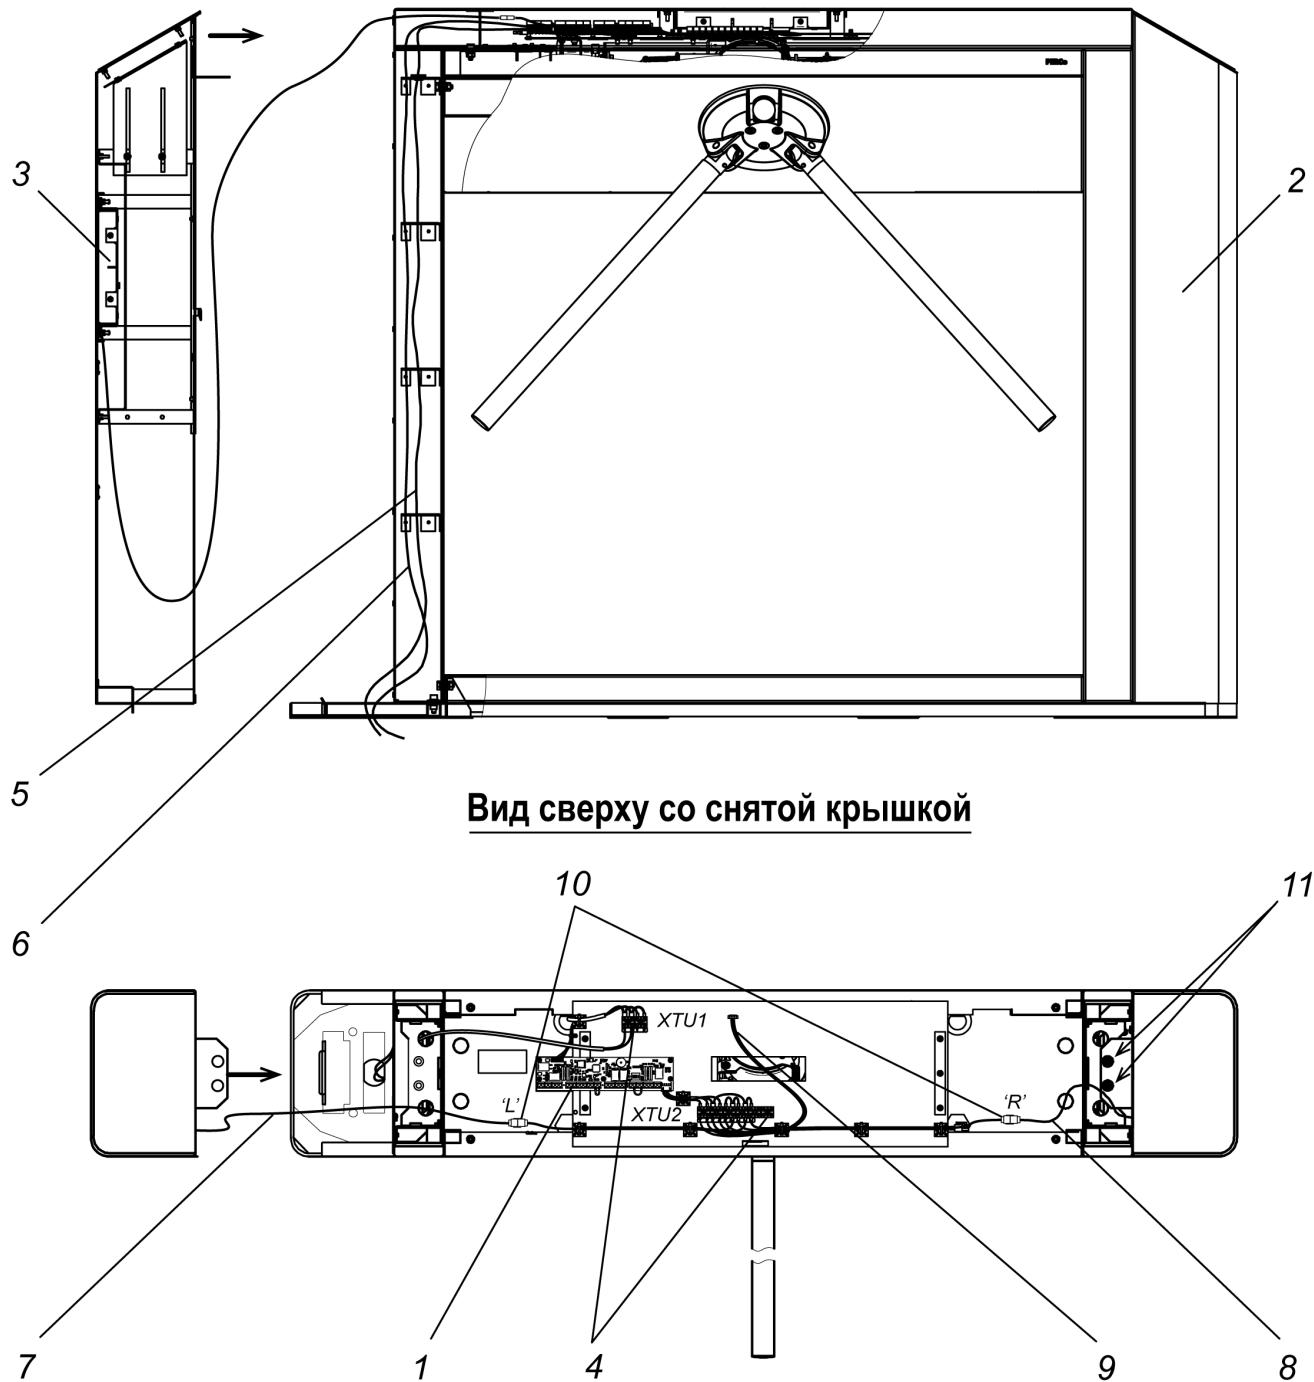

Рисунок 19. Схема прокладки кабелей в стойке турникета
3. При необходимости прокладки кабелей под поверхностью пола подготовьте в полу кабельный канал, подходящий к зоне ввода этих кабелей в стойку турникета. Прокладка кабелей внутри стойки показана на рис. 19.
- зафиксируйте боковой модуль при помощи двух винтов M5×12 с двумя шайбами каждый – пружинной и плоской увеличенной (см. позицию 11 на рис. 19), винты и шайбы входят в комплект поставки основной стойки турникета;
- присоедините разъем кабеля индикации от бокового модуля к соответствующему (правому «R» или левому «L») разъему кабеля индикации от основной стойки (10 на рис. 19).
16. Установите на место основную крышку турникета (2), см. разд. 6.